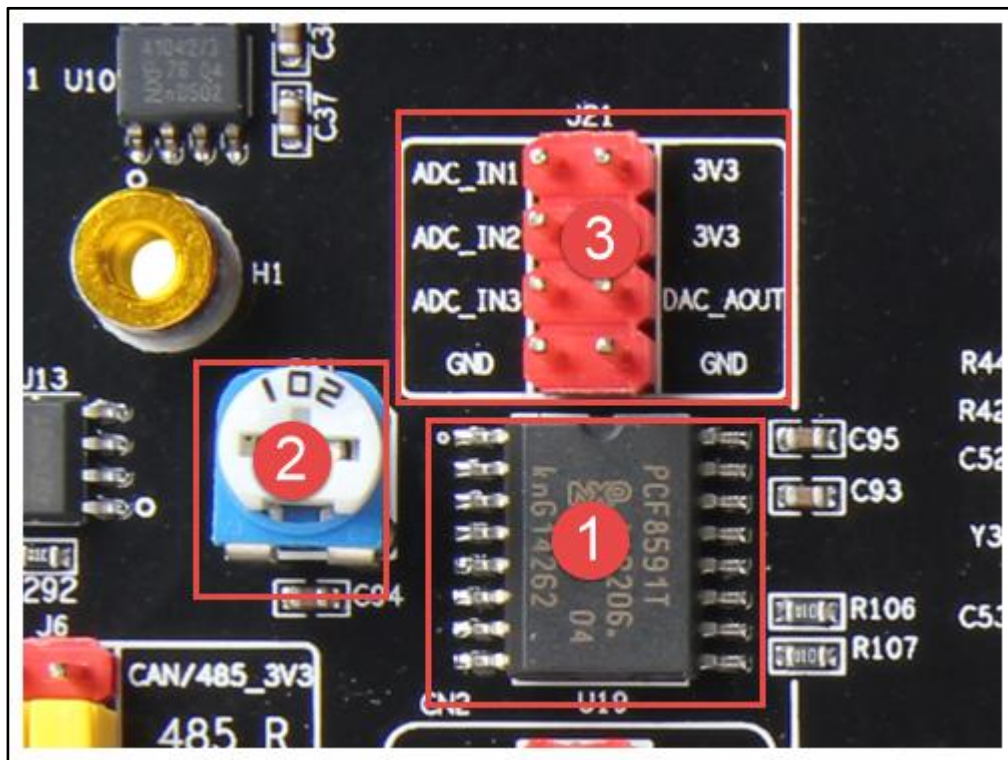

图 37 征途 Pro ADC/DAC 实物图
开发板上摄像头接口实物图如图 37 所示，其中①为 PCF8591T 芯片；②为电位器，可用于调节电阻；③为预留的芯片信号输入输出接口